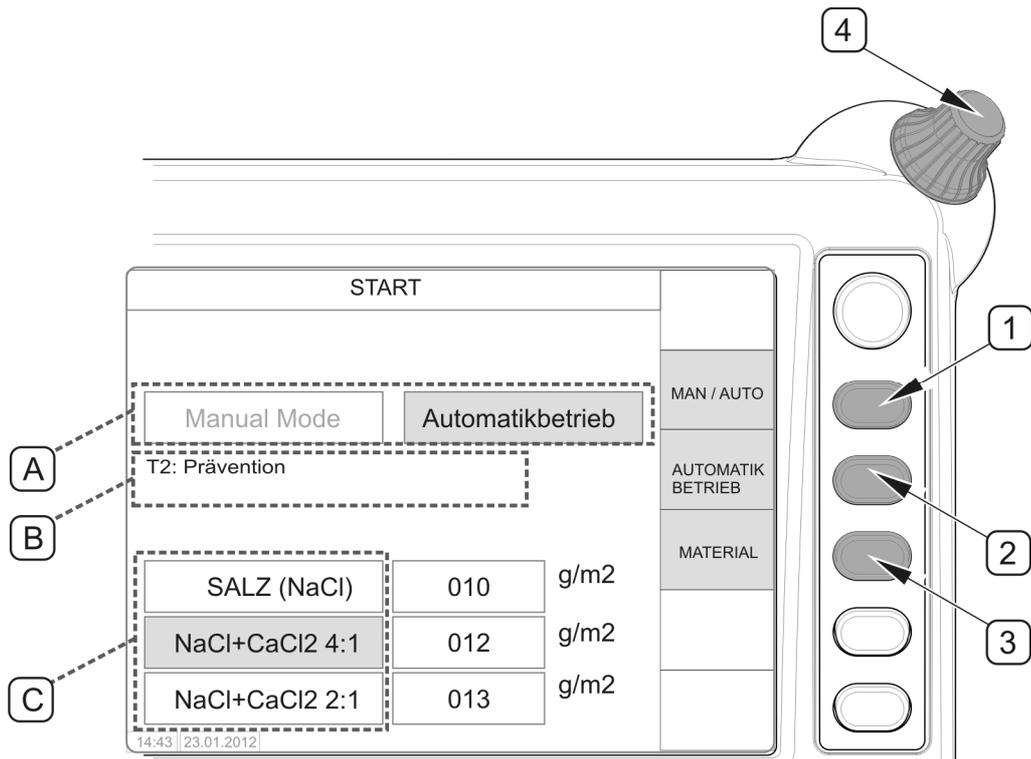

ABBILDUNG 4.30 Auswahl des Automatikbetriebs (Option)
- Auf der Startseite „START“ des Steuerpults (ABBILDUNG 4.30), über die Taste (1) „MAN / AUTO“ auf der Anzeige im Feld (A) „AUTOMATIK“ auswählen,
- über die Taste (2) „BETRIEBSART / AUTO“ im Feld (B) einen der definierten Betriebsarten T1, T2, T3 auswählen,
- Mithilfe der Taste (3) im Feld (C) die Art des Streumittels wählen (für das Material „SAND“ kann der Automatikbetrieb nicht gewählt werden).